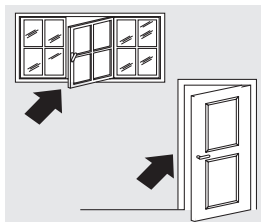

рис. 13
1. Закройте окна и двери в помещении с кондиционером (рис. 13). При установке прибора на длительный период времени, следует оставить входную дверь слегка приоткрытой (на 1 см), чтобы обеспечить правильную воздушную вентиляцию.